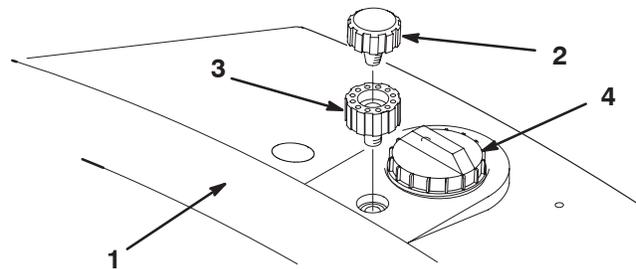

Bild 8
- Nehmen Sie den Entlüfterdeckel vom Hydrauliktank ab (Bild 8).
- Setzen Sie die Entlüfterverlängerung in den Behälter ein (Bild 8).
- Drehen Sie den Entlüfterdeckel in die Entlüfterverlängerung ein (Bild 8).